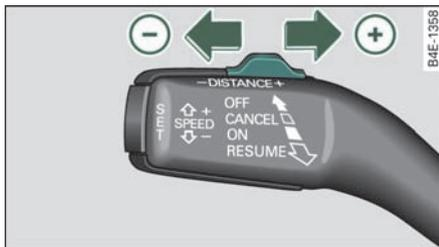

图 132 操纵杆：设置车距
- 将滑动调节器朝方向 **+** 或 **-** => 图 132 推动一次。当前设定的车距会在组合仪表显示屏上短暂出现。